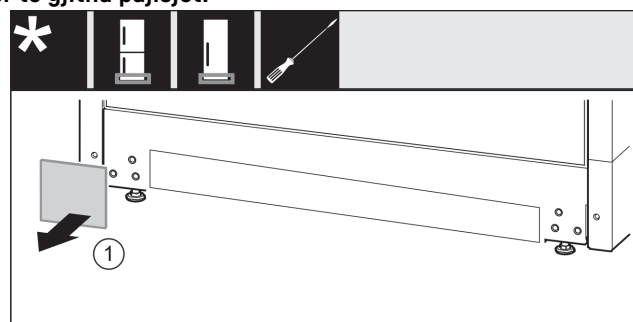

Fig. 20
- Hiqni kapakun mbulues Fig. 20 (1).